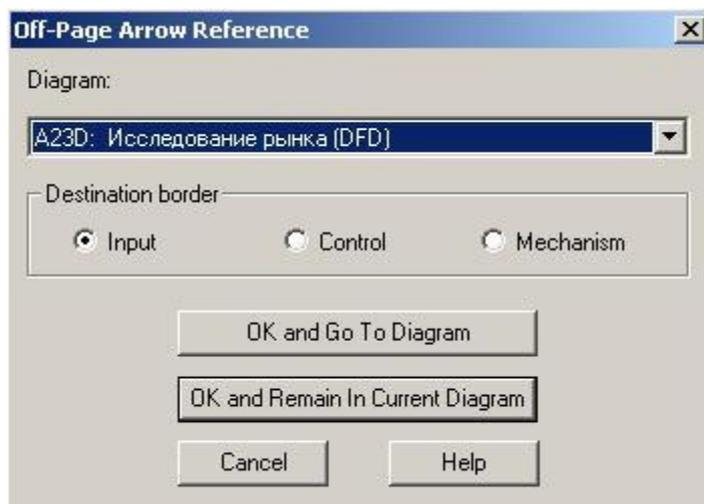

Рис.5 Создание межстраничной ссылки на диаграмме DFD
помечена как C-number диаграммы, как номер диаграммы по узлу (как на рис.5.) или как имя диаграммы. Для изменения метки следует перейти в меню Model/Model Properties и во вкладке Display диалога Model Properties и в группе Off Page Reference label выбрать нужную опцию.
7. Правой кнопкой мыши щелкните по наконечнику стрелки и выберите в меню Off-Page Reference. В появившемся диалоге Off-Page Arrow Reference Рис.5. выберите в качестве диаграммы A23D **«Исследование рынка»**. Нажмите на кнопку OK and Go To Diagram.